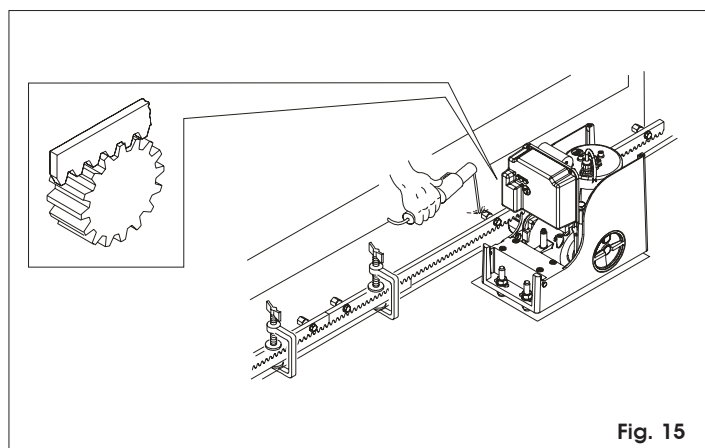

Fig. 15
- 5) Approcher un autre élément de la crémaillère de l'élément précédent en utilisant, pour mettre en phase la denture des deux éléments, un élément de la crémaillère d'après la Fig. 15.